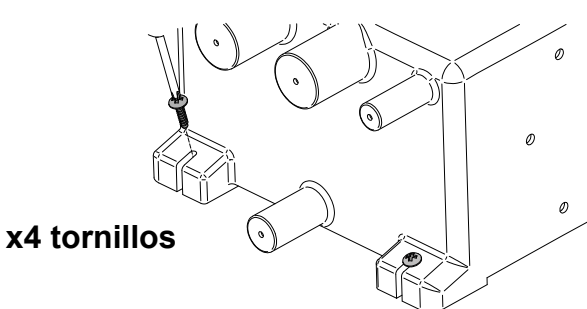
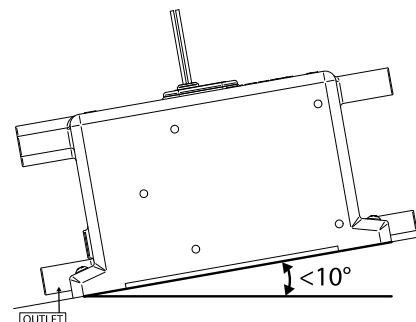

Figura 5. Fijación del depósito
Figura 6. Máximo ángulo posible de instalación
Paso 2: El depósito debe fijarse utilizando 4 tornillos adecuados, a través de las patas del depósito indicado en la Figura 5. **NOTA:** El ángulo del depósito no deberá superar 10° (Figura 6). **NOTA:** No atornillar directamente al casco – DEBE montarse sobre un mamparo o una tabla adicional.